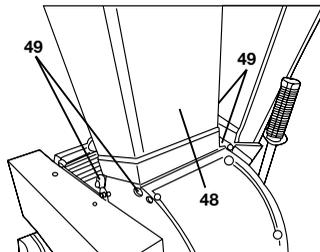

Figura 41
- Retire la tolva superior (48) aflojando (y no desatornillando) los 4 tornillos de fijación (49) (SW 15) (véase la Figura 41).
- A continuación, vuelva a colocar la tolva superior (48) en la astilladora. Asegúrese de que la varilla roscada entre en la fijación del conmutador de seguridad y vuelva a apretar los 4 tornillos de fijación (49) (SW 15) (véase la Figura 41).
- Retire la tolva superior (48) aflojando (y no desatornillando) los 4 tornillos de fijación (49) (SW 15) (véase la Figura 41). Tenga en cuenta que la varilla roscada (52) para el conmutador de seguridad debe desatornillarse primero hacia arriba.